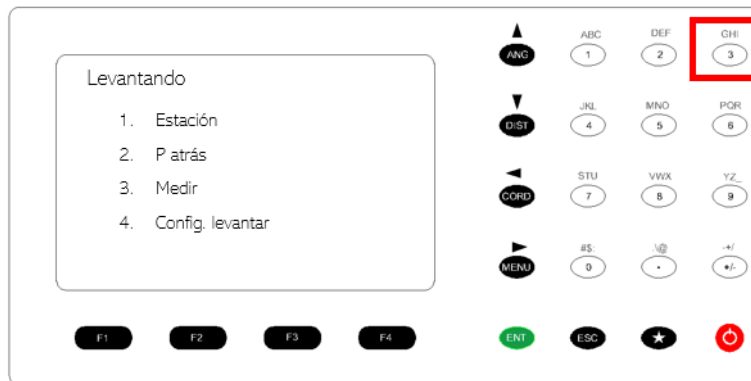

Figura 102. Menú de medición.
32. En la nueva ventana, seleccionar la opción 3. Medir, para poder ingresar al menú de medición. Figura 102.